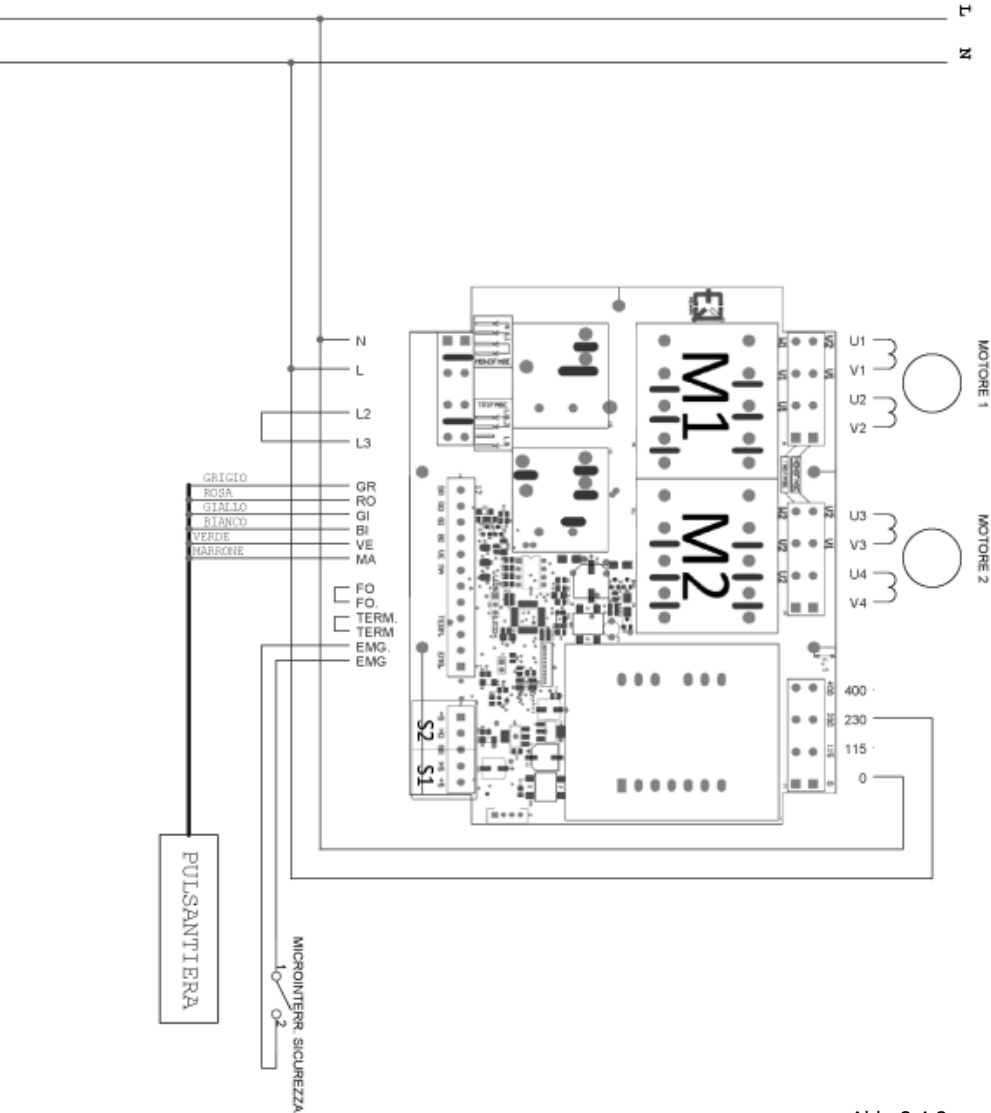

Abb. 2.4.2
2.4.2 - Einphasenschaltplan - 230V (Abb. 2.4.2)